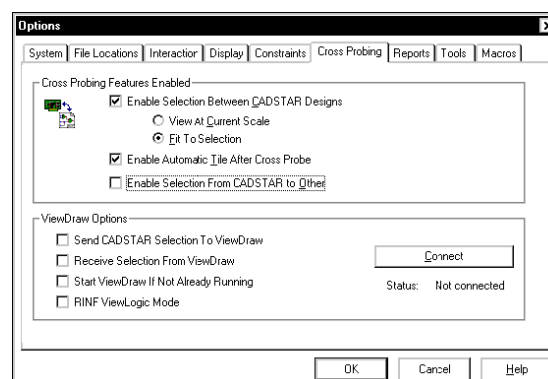

Рис. 21. Настройка механизма горячей связи (Cross Probing).
9. Выполним команду меню Tools | Options, и появившемся окне Options перейдем на вкладку Cross Probing (рис. 21).